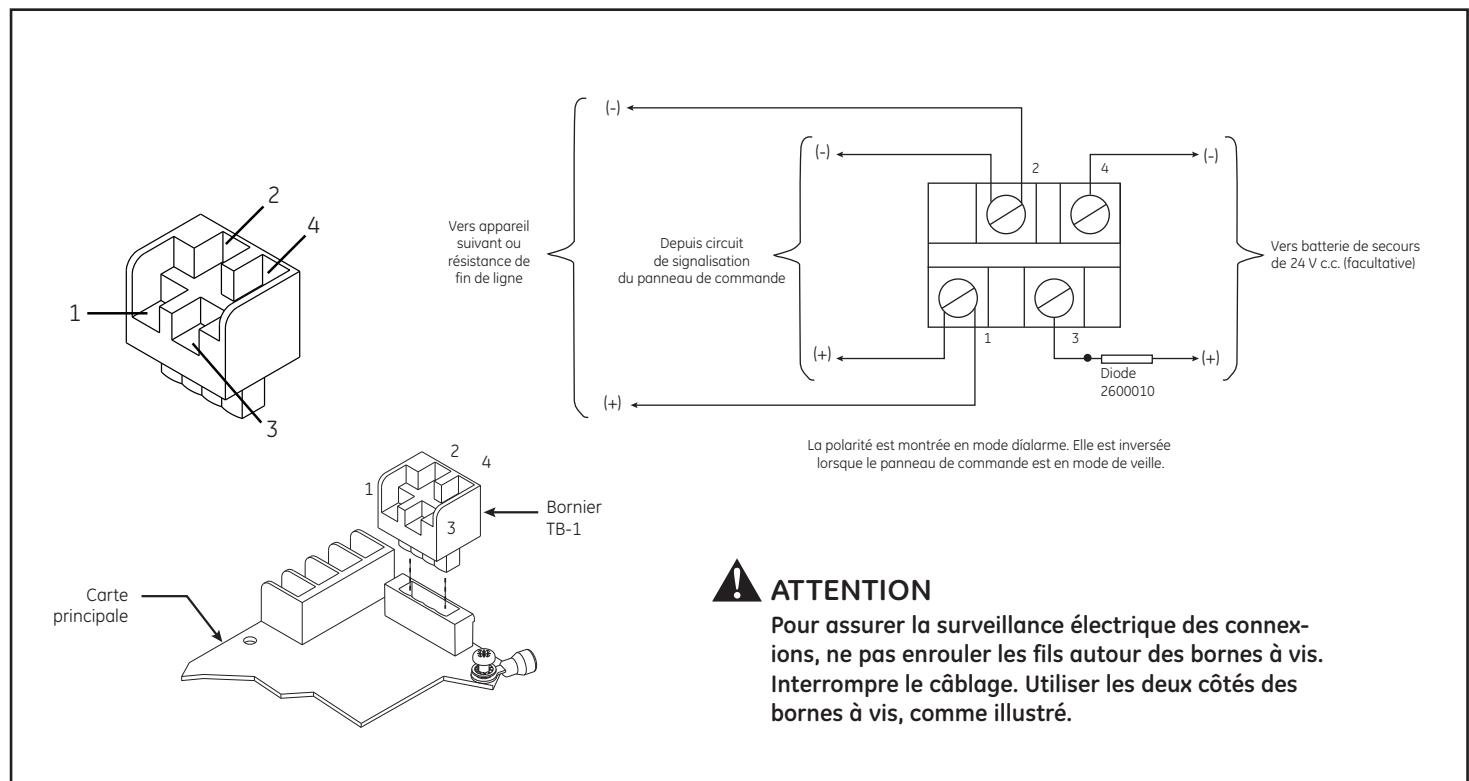

Figure 3. Raccordement du câblage au bornier TB1
Pour assurer la surveillance électrique des connexions, ne pas enrouler les fils autour des bornes à vis. Interrrompre le câblage. Utiliser les deux côtés des bornes à vis, comme illustré sur la figure 3.
- b. Brancher l'alimentation aux bornes 1 et 2 de TB1 sur la carte principale, comme illustré sur la figure 3. Respecter la polarité.
- c. Brancher les fils conduisant à l'appareil suivant ou à la résistance de fin de ligne entre les bornes 1 et 2 de TB1 sur la carte principale, comme illustré sur la figure 3. Respecter la polarité.
- d. (Option). Brancher la batterie externe 24 V c.c. (non fournie) en série avec la diode fournie (pièce no 2600010) entre les bornes 3 et 4 de TB1 sur la carte principale, comme illustré sur la figure 3 et suivant les inscriptions sur la diode.
**REMARQUE:** On peut débrancher le bornier TB1 de la carte principale afin d'effectuer les raccordements illustrés sur la figure 3.